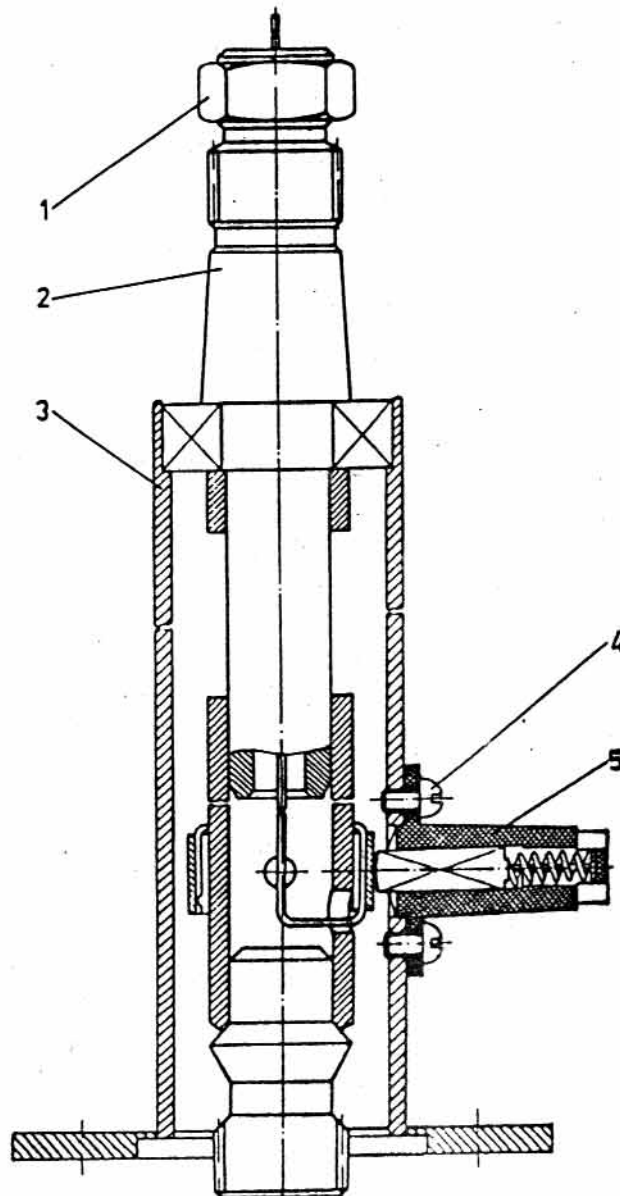

Рис. 8.5. Рулевая колонка
- Развинчивается гайка 1 /рис. 8.5/ и шайбой для вынимания рулевого колеса И 04.06 снимается рулевое колесо.
- Развинчиваются винты 4 и снимается контактное устройство 5 /рис. 8.5/.